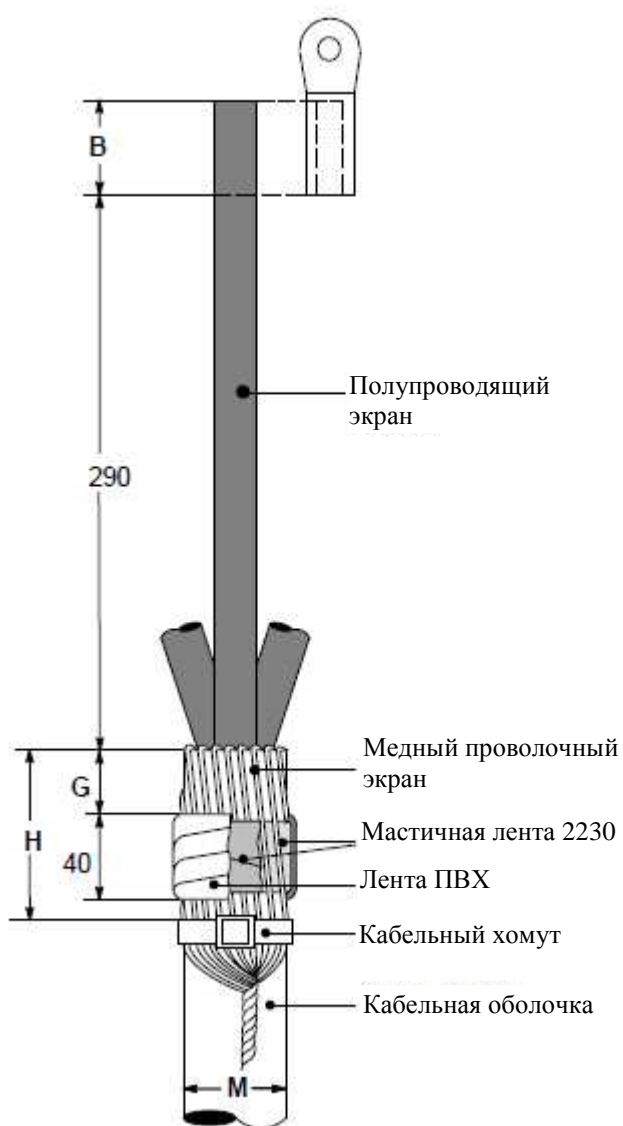

Рис. 1
- 1.3 В соответствии с приведенным размером  $H$  (см. рис.1) наложите слой мастичной ленты 2230 на оболочку кабеля на длину 40 мм.
- 1.4 Загните проволоки экрана на оболочку кабеля и зафиксируйте их кабельным хомутом в соответствии с размером  $H$  (см. рис. 1).